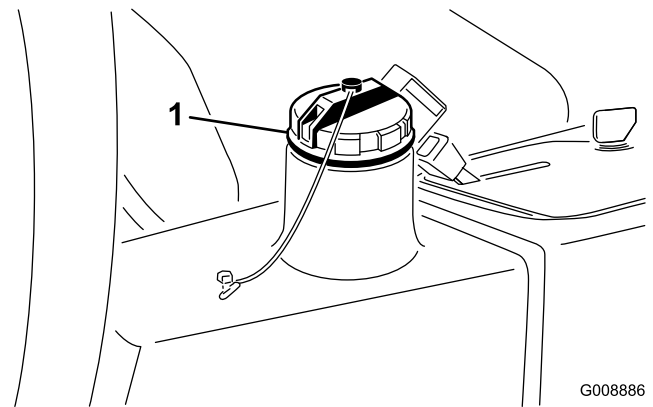

Figura 60
3. Llene el depósito (Figura 60) con aproximadamente 22,7 litros (6 galones US) de aceite hidráulico; consulte Comprobación del sistema hidráulico (página 23).